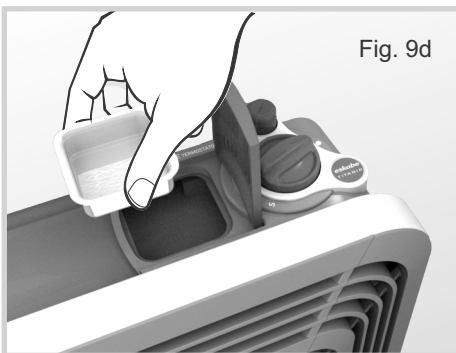

Fig. 9d
5. Es conveniente limpiar periódicamente la cubeta del Aromatizador. Para ello, hágalo estando el calefactor apagado o, si ha estado en funcionamiento, después de unos 15 minutos de llevar la perilla de comando hasta la posición Piloto ★ o Cerrado ●. Extraiga la cubeta tomándola como se indica (Fig. 9d). Lávela con agua tibia y detergente. Colóquela nuevamente en el Aromatizador.